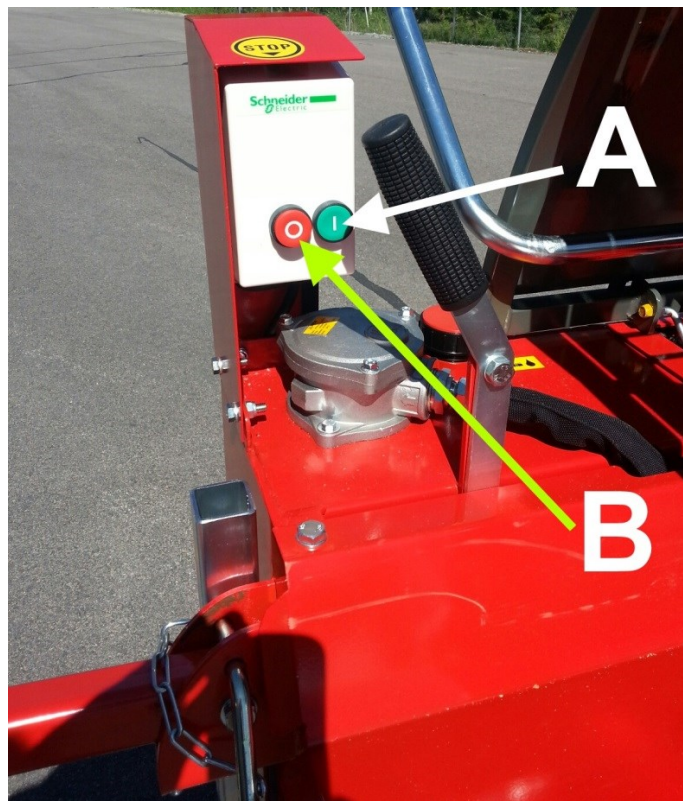

Bild 16.
3. Starta maskinens elmotor med knapp A (bild 16).
Maskinen stängs av med knapp B (bild 16).